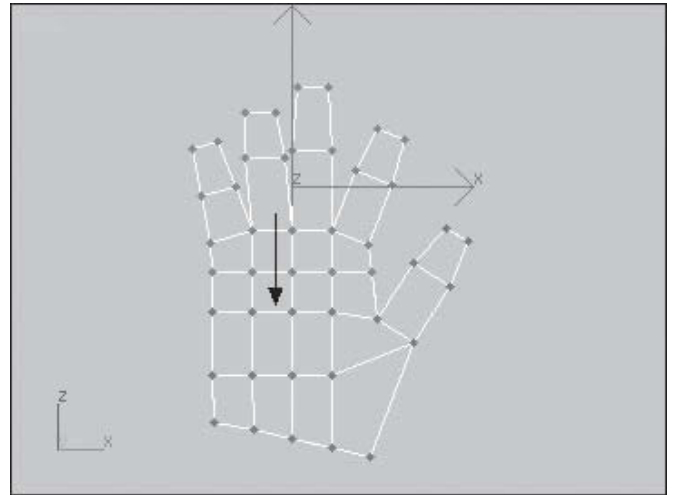

Fig.2.89
- 7 Ajustez les propositions de la main à l'aide des sommets (fig.2.89).